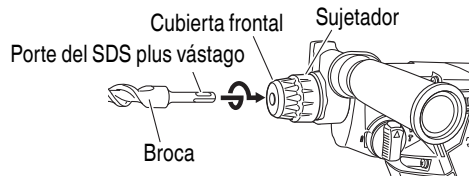

Fig. 7
- (1) Gire la empuñadura del asa lateral para aflojarla y presiónela hasta que entre en contacto con la carcasa.
- (2) Ajuste el asa lateral al ángulo que permita la utilización más fácil, y después gire firmemente la empuñadura del asa lateral para fijarla en su lugar.
3. Montaje de la broca (Fig. 7, 8)
- (1) Limpie la parte de la espiga de la broca de taladro.
- (2) Introduzca la broca de taladro en el portaherramienta, retorciéndola hasta que quede enclavada. (Fig. 7)